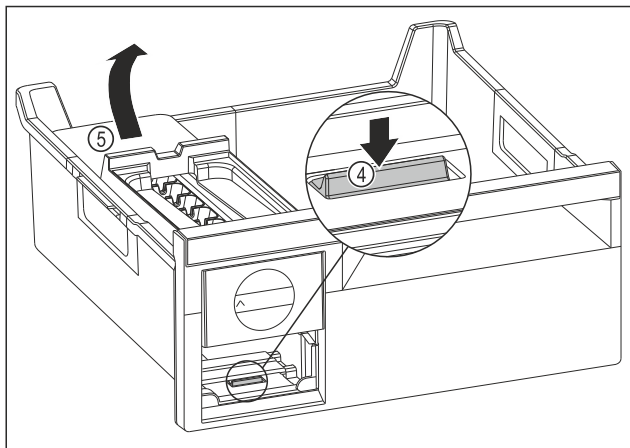

Fig. 105
- Vegye ki az EasyTwist-Ice egység testét: Nyomja le a fület Fig. 105 (4) az ujjával, és ezzel egyszerre emelje meg a másik kezével hátulról az EasyTwist-Ice egység testét Fig. 105 (5).